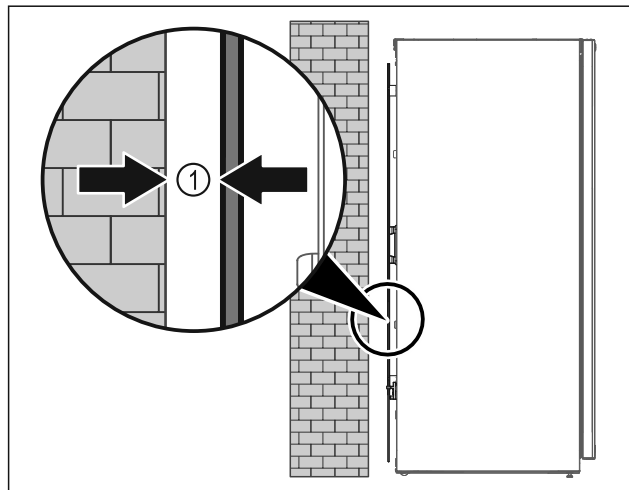

Fig. 52
- Uređaj je moguće postaviti ili slobodno u prostoriji ili izravno na zid na najmanjoj udaljenosti od 5 mm Fig. 52 (1).